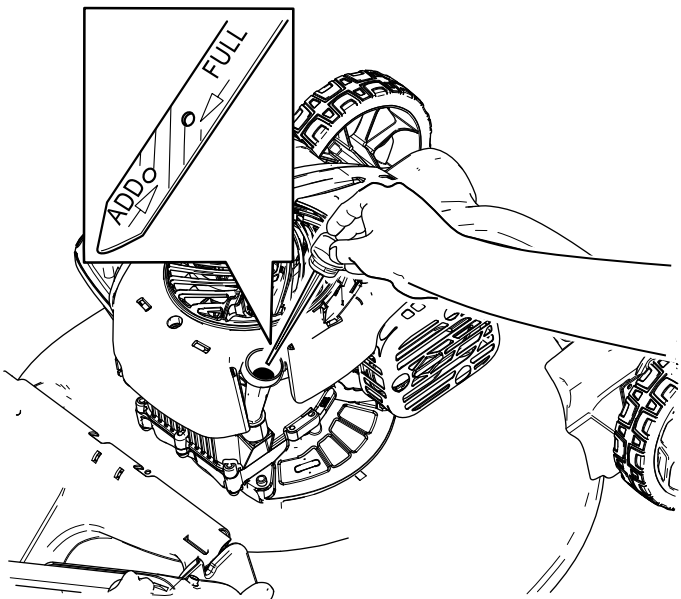

Figura 18
- 3. Retire la varilla girando el tapón en el sentido contrario a las agujas del reloj y tirando del mismo (Figura 18).
- 10. Observe el nivel de aceite en la varilla (Figura 18).